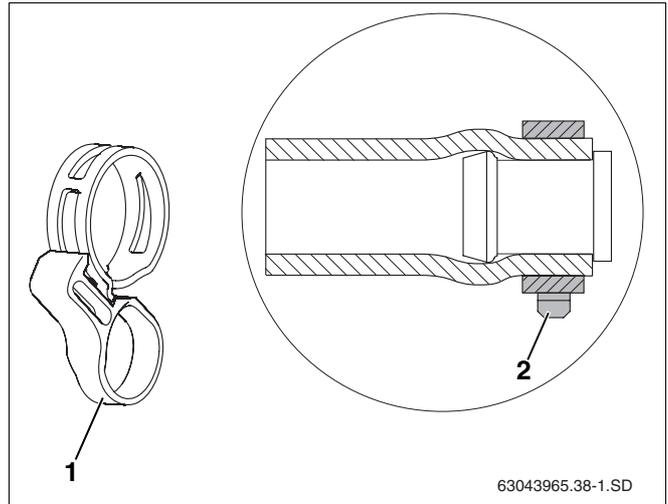

Abb. 39 Federbandschelle mit Sicherungsring und im montiertem Zustand am vormontierten Blindstopfen
- Die korrekte Position der Federbandschelle (Abb. 39, **Pos. 2**) ist unbedingt vor dem Abziehen des Sicherungsringes (Abb. 39, **Pos. 1**) zu gewährleisten. Ein nachträgliches Lösen mit Zangen kann die Spannkraft beeinträchtigen.